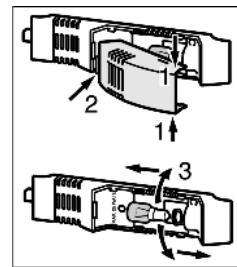

Fig. 3
- ▶ Возьмитесь за крышку лампы сверху и снизу *Fig. 3 (1)*.
- ▶ Выведите крышку лампы сзади из зацепления и снимите *Fig. 3 (2)*.
- ▶ Замените лампу накаливания *Fig. 3 (3)*.